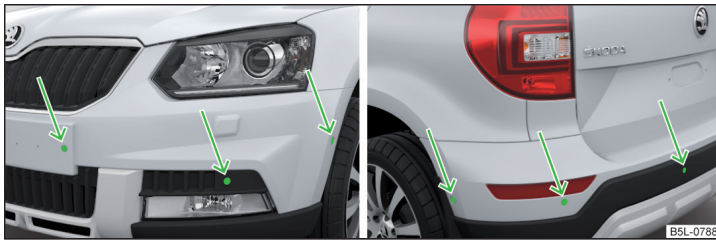

Fig. 137 Endroit d'installation des capteurs ultrasons : avant/arrière
Le système calcule sur la base d'ondes ultrasons la distance entre le pare-chocs et un obstacle. Les capteurs ultrasons se situent, en fonction de l'équipement du véhicule, dans le pare-chocs arrière ou également avant » fig. 137 à la page 155.
- Garder les capteurs du système » fig. 137 à la page 155 propres, sans neige ou glace et ne les recouvrir en aucun cas d'objets, sinon l'efficacité du système se verra diminuée.